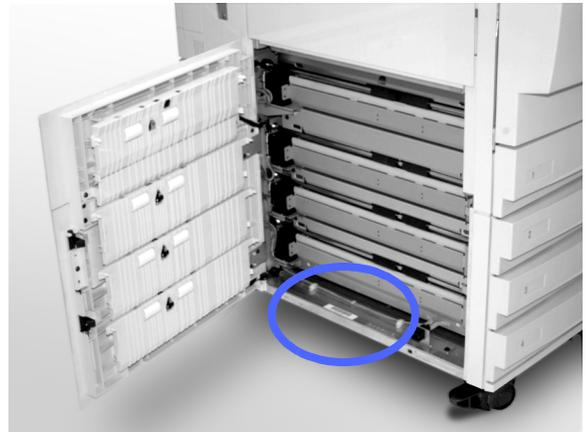

Figura 48: Local do número de série da máquina
- 4 Anote o número de série da máquina, constante na etiqueta na parte interna da tampa inferior esquerda da copiadora/imprensa, conforme ilustrado na Figura 48.